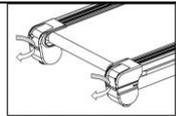

Abbildung 1: Spannung des Laufbands
- b) Mit Hilfe eines Inbusschlüssels schrauben Sie die Stellschrauben, die am rechten und linken Ende der Laufplatte angebracht sind, um eine halbe Umdrehung im Uhrzeigersinn ein (siehe Abbildung 1 und 2).